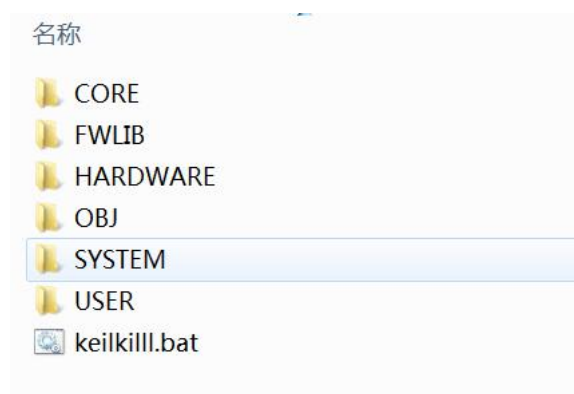

图 1.18 通用工程目录结构
2. 如上节中工程所示，在 main.c 中如果包含头文件 `stm32f4xx.h` 后，可以将外设的初始化、设置等操作在 main.c 中完成。但是如果外设增加，多个外设的初始化及设置都在主程序中完成会使主程序变得臃肿、结构凌乱。所以，在实际操作中我们一般会在库目录中再添加外设子目录，子目录名称可以任选如取名 `HARDWARE`，如图 1.18 所示：